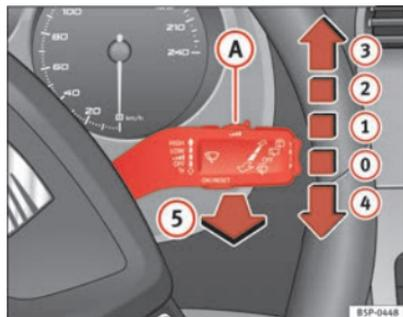

Fig. 85 Levier d'essuie-glace et de lave-glace
Le levier d'essuie-glace ⇒ fig. 85 est doté des positions suivantes :
- Si le véhicule s'arrête lorsque le cran **2** ⇒ page 134, fig. 85 ou **3** a été sélectionné, le cran immédiatement inférieur est sélectionné. Si le véhicule redémarre, le cran sélectionné précédemment est à nouveau sélectionné.